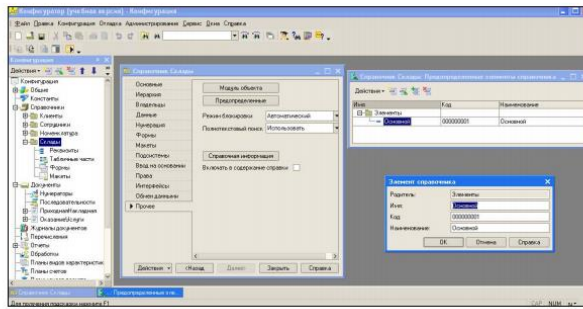

Рис. 3.2.16
2.4. Справочник Склады. Этот справочник будет содержать информацию о складах, используемых нашей фирмой. Особенность справочника - он будет содержать один predetermined элемент – склад Основной, на который будут поступать все материалы. На примере этого справочника продемонстрируем назначение predetermined элементов. Наша задача – создать справочник, содержащий predetermined элементы. Откроем конфигуратор и создадим новый объект конфигурации Справочник с именем Склады. На закладке Данные установим длину кода – 9 и тип кода – Строка. Перейдем на закладку Прочее и нажмем кнопку Предetermined. Система откроет список predetermined элементов справочника. Сейчас он пуст, поэтому выполним команду Действия / Добавить и создадим predetermined элемент с именем Основной (рис. 3.2.16).